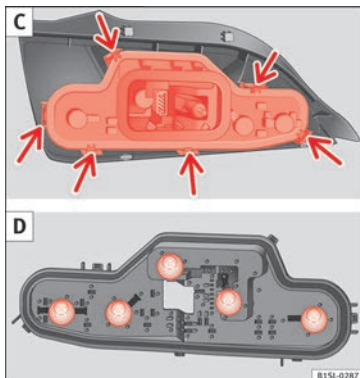

Bild 89 Bakljusenhet: C: Ta bort lamphållaren, D: Ta bort glödlamporna.
8. Lossa låsfliken till glödlampshållaren (se pil) » bild 89 C och ta bort glödlampshållaren från bakljuset.
9. Ersätt den trasiga glödlampan med en identisk glödlampa » bild 89 D.
10. Sätt i lamphållaren i bakljusenheten. Låsflikarna (se pilen) ska hörbart snäppa fast » bild 89 C.